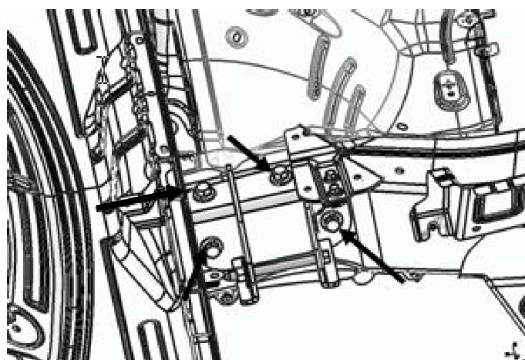

图 12
2.8.4 拆下左悬置安装支架与车身连接 4 个螺栓, (如下图 12 所示), 即可取下左悬置安装支架。
2.9.2 将更换后的发动机左悬置安装支架总成放入图 12 所示位置，然后带上对应安装孔上的 4 个螺栓并打紧。
2.10.3 将发动机左悬置安装支座与车身相连的 4 个螺栓打力矩为 85 N.m（如图 12 所示）。